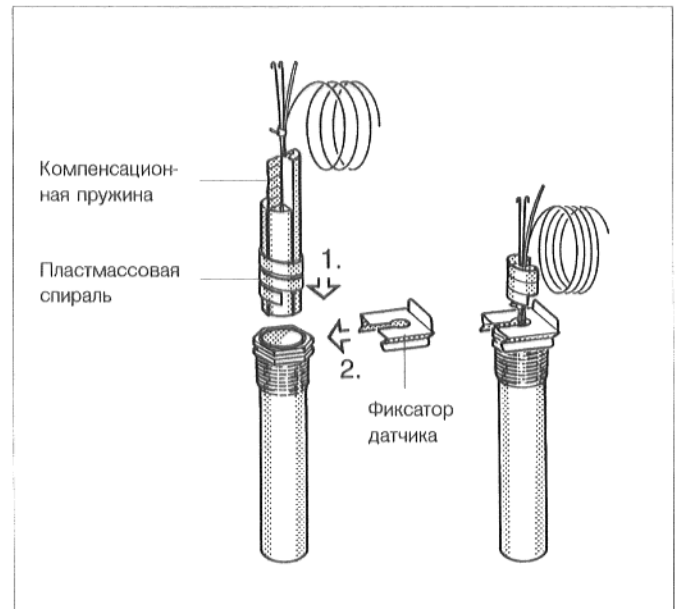

Рис. 11. Погружная гильза и датчик температуры
- Вставить датчик температуры до упора в погружную гильзу. При этом пластмассовая спираль автоматически отходит назад. Компенсационная пружина также должна быть вставлена в погружную гильзу (рис. 11).
- Прижать стопорную деталь датчика (объем поставки регулятора), сбоку или сверху на головку погружной гильзы (рис. 11).